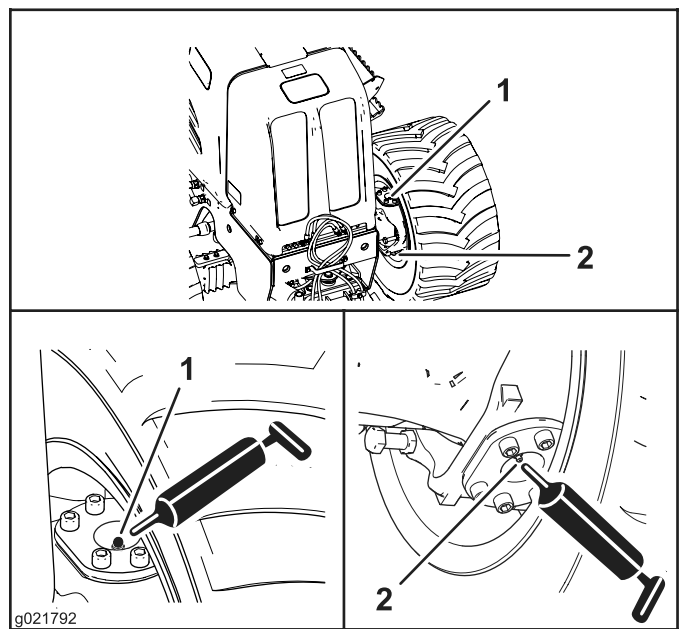
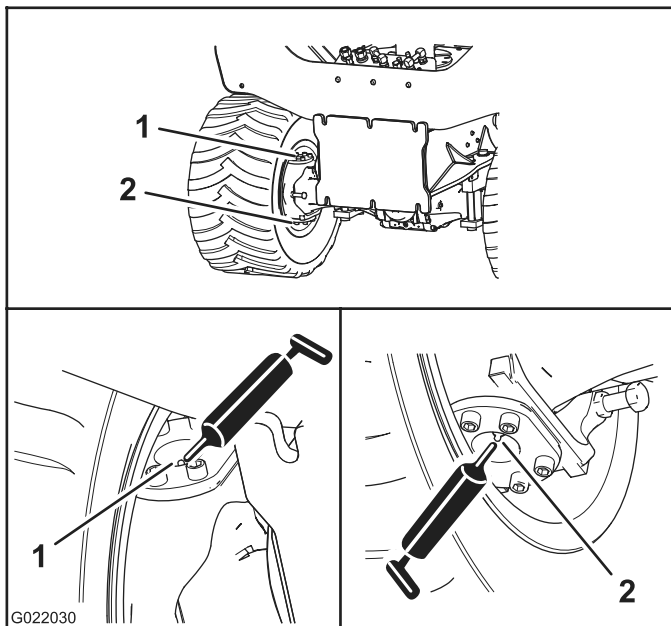

Bild 31
Bild 32
2. Setzen Sie eine Fettpresse auf jeden Schmiernippel für die oberen und unteren Drehzapfen und drücken Sie zwei bis drei Stöße des Fetts auf jeden Schmiernippel ein (Bild 31 und Bild 32).